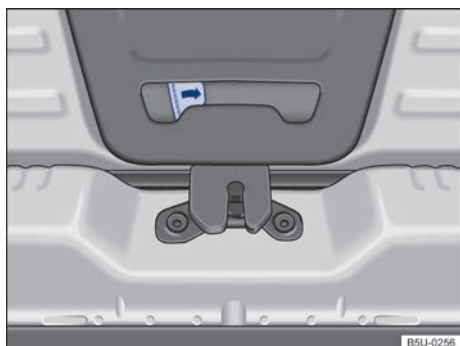

Fig. 152 Del lado de adentro del compartimento de equipaje: desbloqueo de emergencia de la tapa del compartimento de equipaje.
- Desplazar la palanca de desbloqueo en el sentido de la flecha ⇒ fig. 152, para destrabar la tapa. <